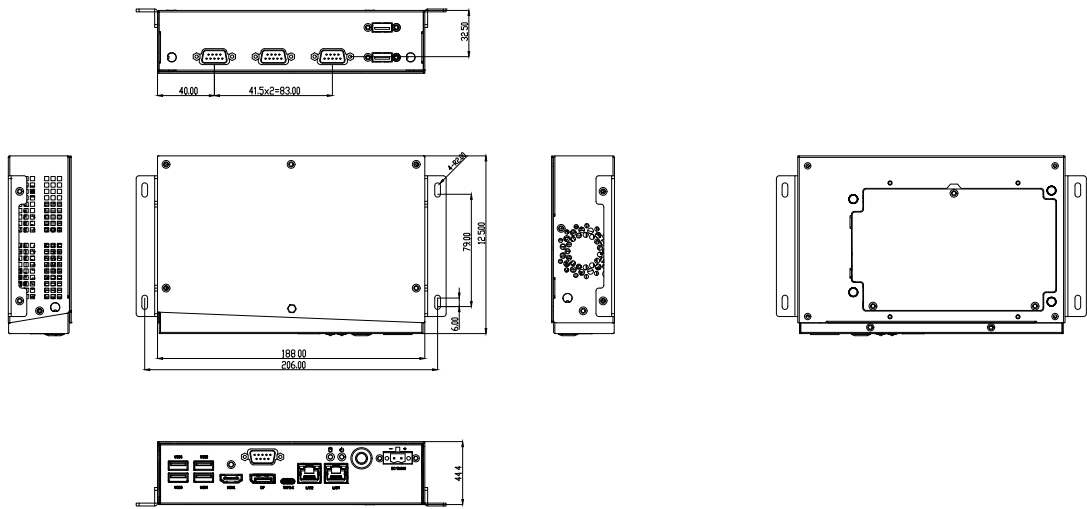

Figure 1.1 Dimensions/ 产品尺寸 / 產品尺寸
- Figure 1.1 Dimensions/产品尺寸/產品尺寸 3